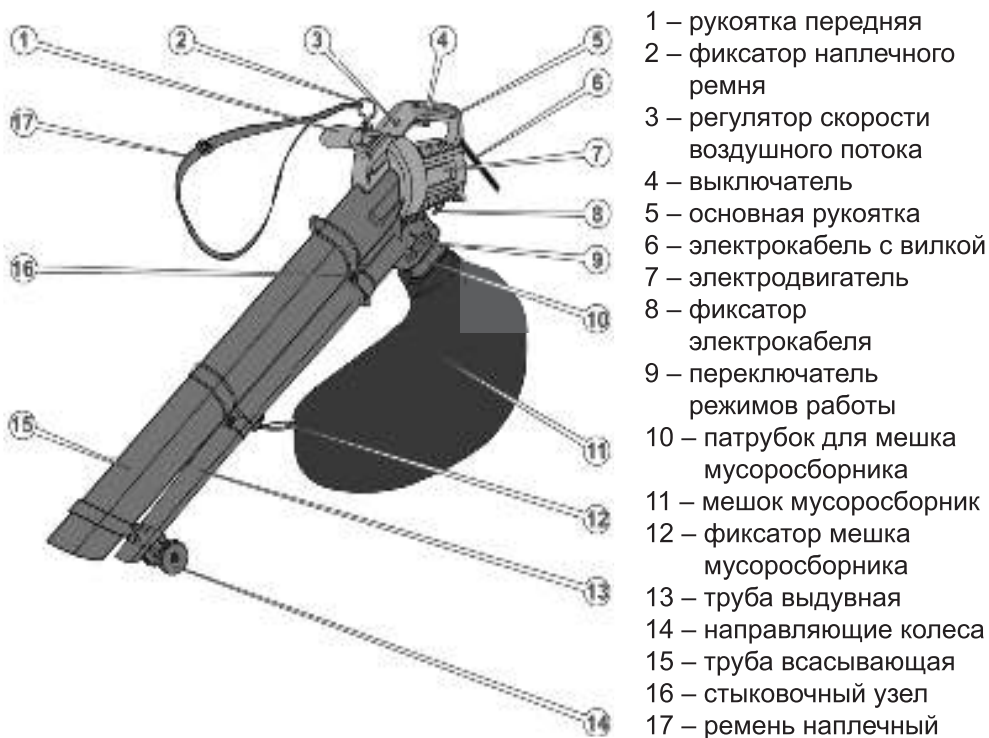

Рис. 1
1. Пристегните наплечный ремень (17) карабином к фиксатору (2) (см. рис.1).
Скорость воздушного потока можно регулировать путем вращения механического регулятора 3 (рис. 1) в пределах 6 позиций. Нужное значение скорости будет отображаться в окошке. Скорость воздушного потока будет минимальной при отображении в окошке цифры 1, и максимальной, когда в окошке будет отображаться цифра 6.
Чтобы включить садовый пылесос, подсоедините пылесос к соответствующему источнику электропитания и нажмите на выключатель 4 (рис. 1).
Чтобы отключить пылесос, отпустите выключатель 4 (рис. 1). Отсоедините сетевой кабель пылесоса от источника электропитания.